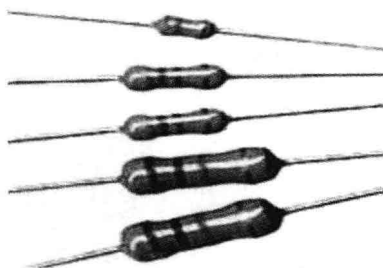

图1-6 合成碳膜电阻器
4. 合成碳膜电阻器 外形如图1-6所示,它是将炭黑、石墨、填充料与有机黏合剂配成悬浮液,将其涂覆于绝缘骨架上,再经加热聚合后制成。在电阻上用色环表示它的阻值。